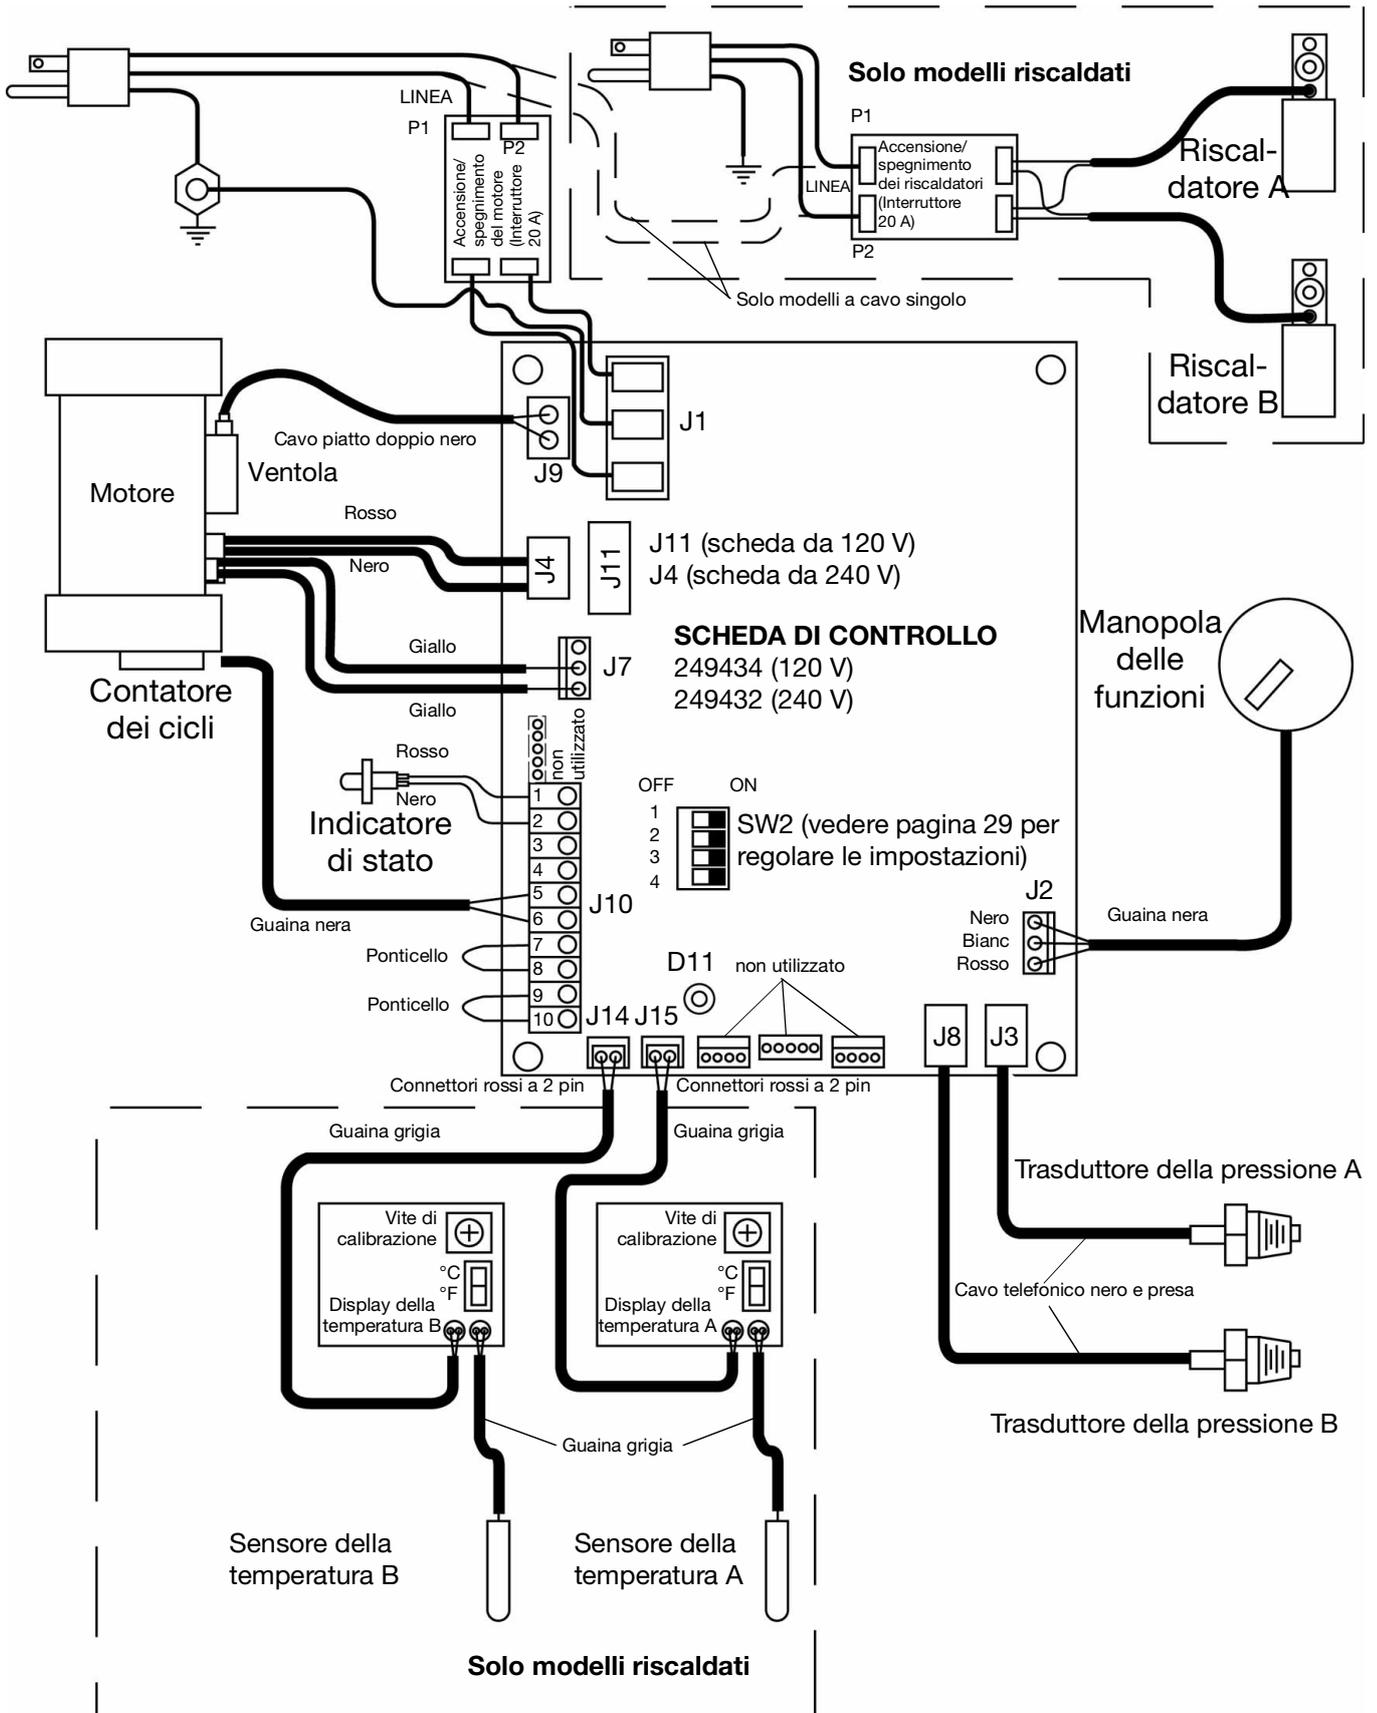

FIG. 14 Connessioni di cablaggio del modulo di controllo
3. Rimuovere il coperchio di accesso (39) dalla parte posteriore del modulo di controllo.
4. Scollegare i fili del potenziometro da J2 sulla scheda di controllo (406). Vedere FIG. 14, pagina 41.
6. Rimuovere il dado (404N) e la piastra di ritenzione (415).
7. Installare un nuovo potenziometro (404) seguendo l'ordine inverso. Posizionare il potenziometro in modo che la fessura (404S) risulti orizzontale. Posizionare la manopola (416) in modo che il puntatore (416P) sia rivolto verso l'alto. Installare la manopola sull'albero in modo che la fessura (404S) si incastri nel perno di allineamento della manopola. Spingere la manopola sull'albero contro la molla di ritenzione prima di serrare le viti di regolazione (416a).
8. Ricollegare i fili del potenziometro a J2 come illustrato in FIG. 14, pagina 41.
Sulla scheda è presente un LED rosso (D11). L'alimentazione deve essere attivata per eseguire il controllo. Vedere FIG. 14 per la posizione. La funzione è:
Tabella 6: Connettori della scheda di controllo (vedere FIG. 14)
3. Rimuovere il coperchio di accesso (39) dalla parte posteriore del modulo di controllo per esporre la scheda di controllo (406).
4. Scollegare i cavi del trasduttore dai connettori J3 e J8 sulla scheda. Vedere FIG. 14, pagina 41. Invertire le connessioni A e B e verificare che il codice di stato segua il trasduttore guasto. Vedere **Codice di stato 3: Guasto trasduttore A**, pagina 30.
9. Collegare il cavo del trasduttore alla scheda; vedere FIG. 14, pagina 41.
Se il motore non è bloccato dalle pompe, è possibile collaudarlo utilizzando una batteria da 9 V. Aprire le valvole di ricircolo, scollegare J4 o J11 dalla scheda di controllo, vedere FIG. 14, pagina 41. Accostare i ponticelli dalla batteria alle connessioni del motore. Il motore deve girare lentamente e in modo uniforme.
- a. Individuare la scheda di controllo sulla parte posteriore del modulo di controllo, vedere FIG. 14, pagina 41.
1. Scollegare il cavo della ventola (37) da quest'ultima (202). Con il motore acceso, testare la tensione di linea (120 V o 240 V) del connettore del cavo.
2. **Se la tensione è corretta:** la ventola è difettosa. Rimuovere le viti che fissano la ventola allo schermo (206). Installare una nuova ventola nell'ordine inverso.
3. **Se la tensione non è corretta:** verificare la connessione del cavo della ventola su J9 sulla scheda di controllo; vedere FIG. 14, pagina 41.